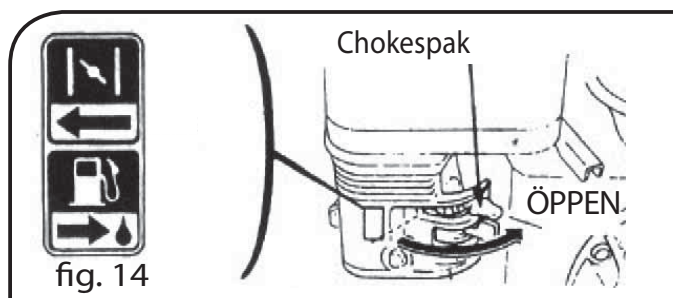

fig. 14
9. Varmkör motorn och för chokespaken tillbaka till "ÖPPEN" (Fig. 14).